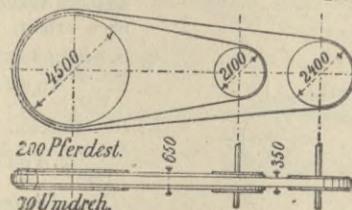

Fig. 3.
4. Scheibe für W_2 machen wir etwas grösser, damit die Riemen nicht aneinander schlagen, z. B. 2400 mm (vergl. Fig. 3), so wird für Welle W_2 :